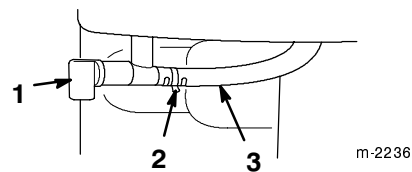

Figure 19
- **Robinet d'essence** (Fig. 19)—Fermez le robinet en le tournant dans le sens des aiguilles d'une montre et ouvrez-le en le tournant dans le sens contraire des aiguilles d'une montre. Fermez le robinet lorsque vous n'utilisez pas la déneigeuse.
3. Ouvrez le robinet d'essence situé au-dessous du réservoir de carburant (Fig. 19).